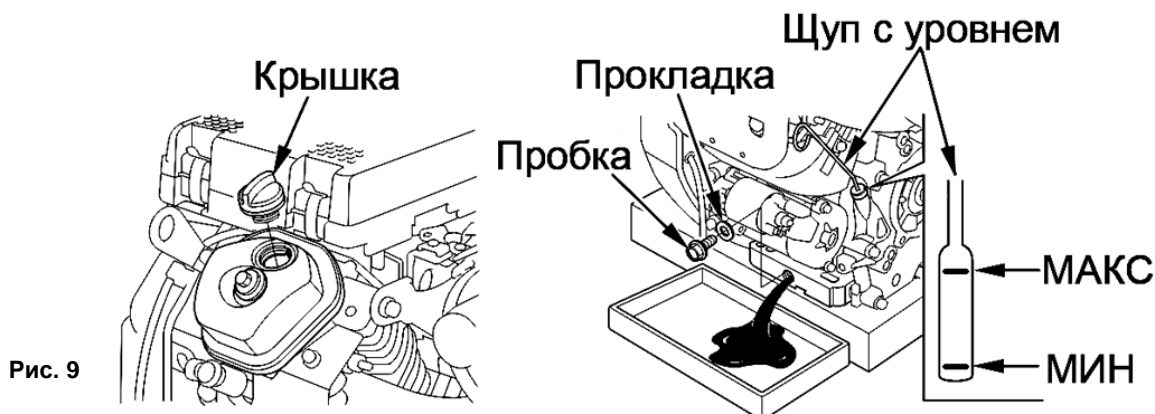

Рис. 9
- Залейте новое масло до верхнего уровня. (См. Рис.9).